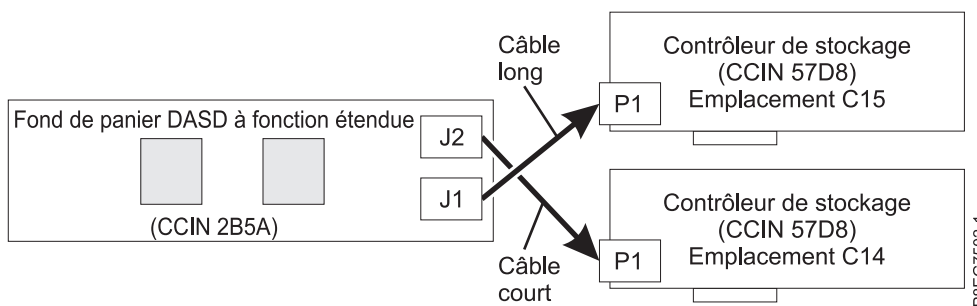

Figure 8. Reconnexion du câble SAS dans une configuration à fonction étendue
- Le câble SAS long relie le connecteur de fond de panier d'unité de disque inférieur (J1) au connecteur P1 sur la carte SAS RAID interne dans l'emplacement P1-C15. Pour plus d'informations, voir figure 8.